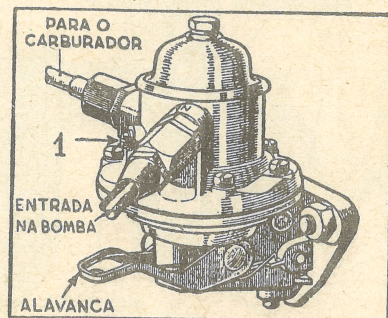

Fig. 23 — Bomba de gasolina com filtro sob a tampa
Bombas com filtro sob a tampa (fig. 23 e 24).
47. **Tampa desapertada** — Quando a bomba é de filtro sob a tampa (fig. 23), pode suceder que a tampa do filtro esteja desapertada. Neste caso, aperta-se o parafuso da tampa, tendo o cuidado de verificar se a junta está no seu lugar.